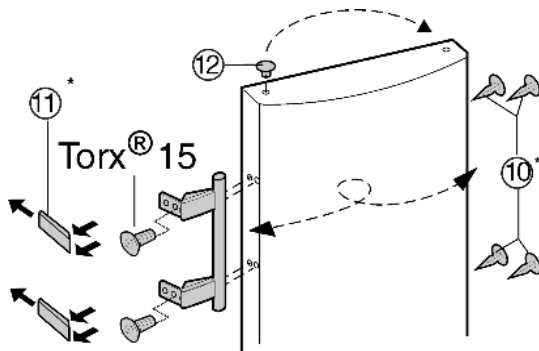

Fig. 7
- ▶ Stopfen Fig. 7 (12) aus der Tür Lagerbuchse herausheben und umsetzen.
- ▶ Türgriff, Stopfen Fig. 7 (10) und Druckplatten Fig. 7 (11) abmontieren und auf die Gegenseite umsetzen.